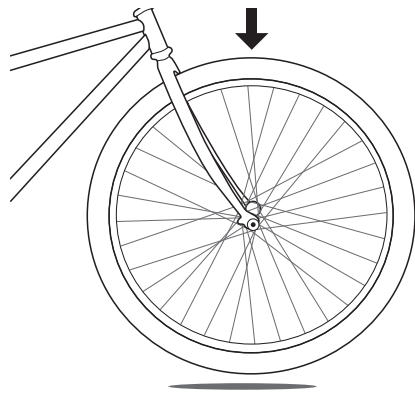

Figura 38. Levante o pneu dianteiro do chão e bata na parte superior com a mão para verificar se a roda está solta.
- Teste A. Levante a bicicleta e bata com força na parte superior do pneu (Figura 38). A roda não deve cair, ficar solta ou se mover de um lado para o outro.